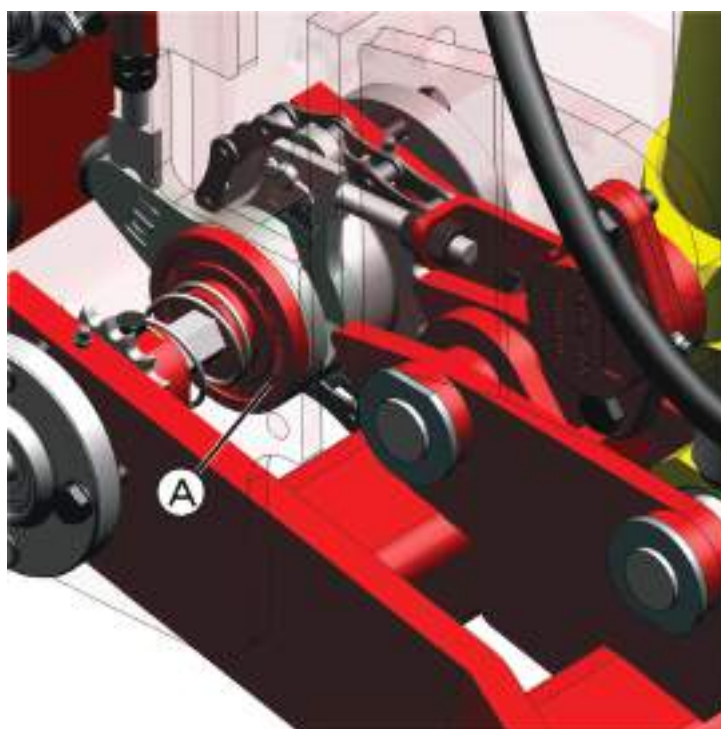

fig. 45
As semeadoras são equipadas com catracas (A) (fig. 45) nos rodados principais, ligando e desligando a transmissão de forma automática ou manual. Quando o plantio é iniciado, a catraca é acionada e quando a semeadora é levantada, a catraca é desligada automaticamente. Podemos fazer o desligamento da transmissão de forma manual, desligando individualmente cada transmissão para realização de ajustes.